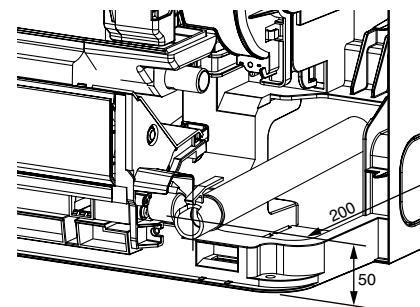

Fig. 8
- Lors de l'acheminement de la tuyauterie de vidange, veillez à acheminer le flexible de vidange ① comme indiqué. (Fig. 8)